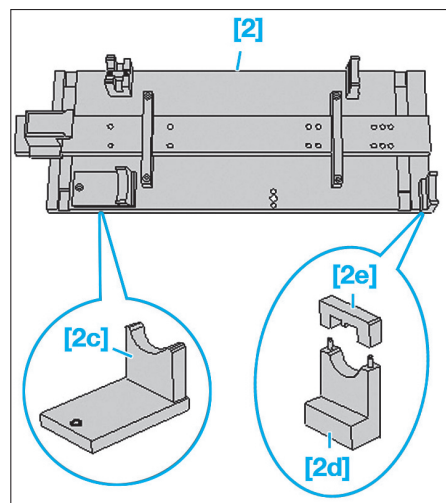
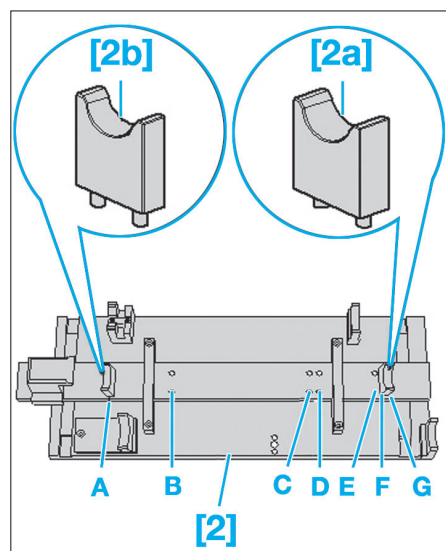

FIG. 127
FIG. 128
- [2]. Outil de montage des arbres à cames ref.T40094 (Fig.127) et (Fig.128).
- Visser les supports [2c] et [2d] (avec [2e]) sur la plaque de base, comme représenté sur la figure; si nécessaire, déposer le support vissé à cet emplacement (Fig.127).
- Mettre en place le support [2a] sur l'emplacement (F) et le support [2b] sur l'emplacement (A) (Fig.128).